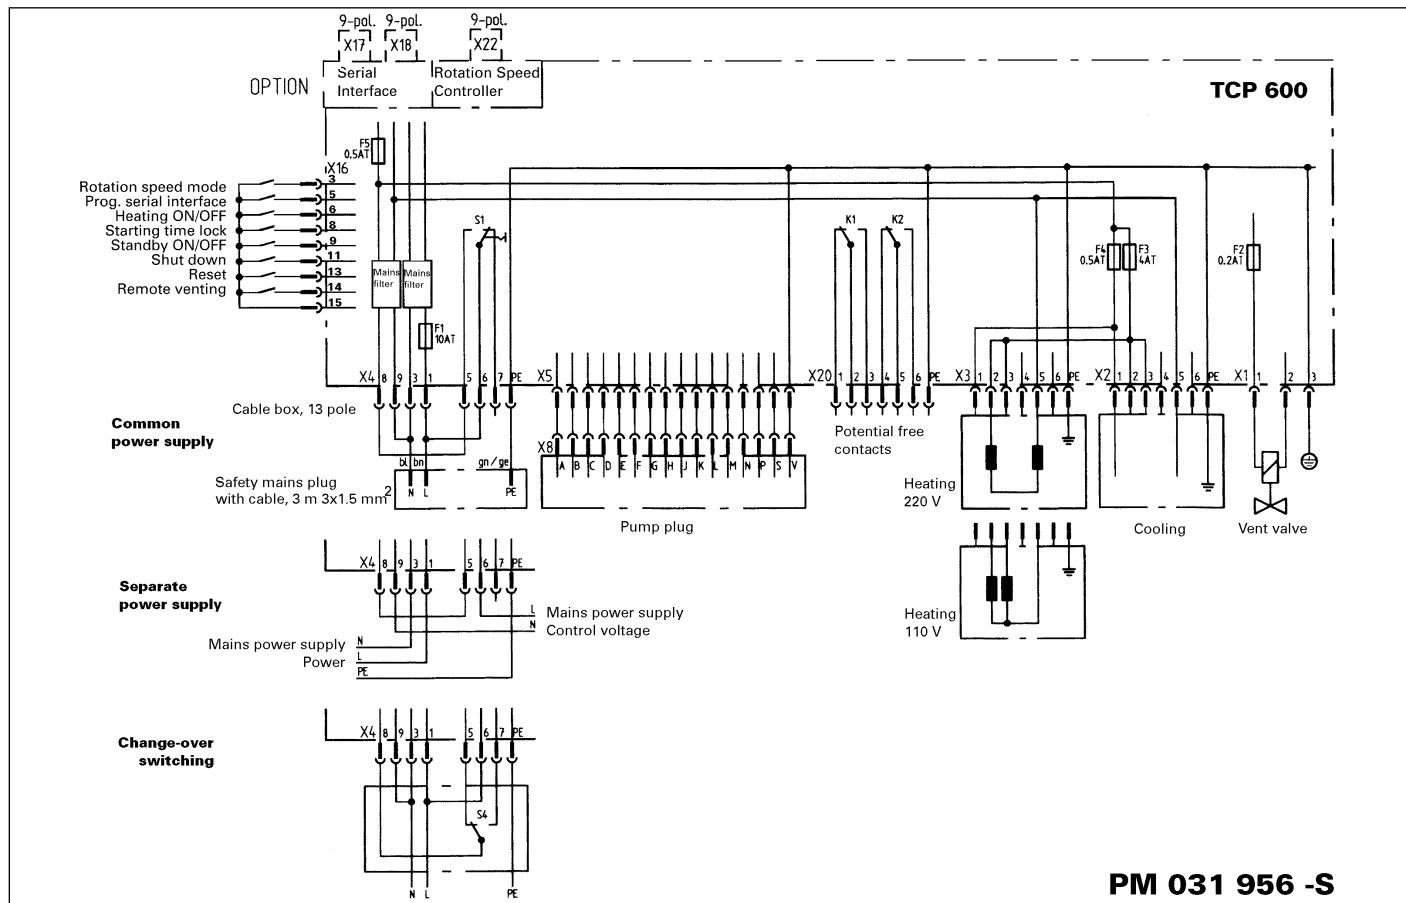
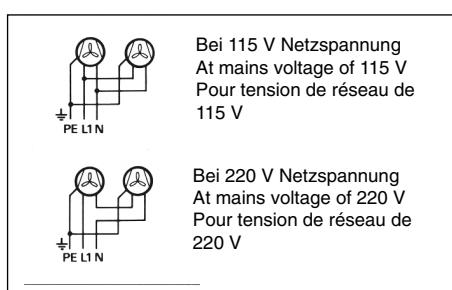

Fig. 5
Fig. 7
- Die Ventilatoren für TPH/TPU 330/510 werden an 115 V, 50/60 Hz und je nach Netzspannung nach Fig. 5/Fig. 7 angeschlossen.
- The fans for the TPH/TPU 330/510 are designed to operate on 115 V, 50/60 Hz and, depending on the mains voltage, connected as per Fig.5/Fig. 7.
- Les ventilateurs pour les TPH/TPU 330/510 seront raccordés à 115 V, 50/60 Hz et suivant la tension de réseau d'après Fig. 5/Fig. 7.